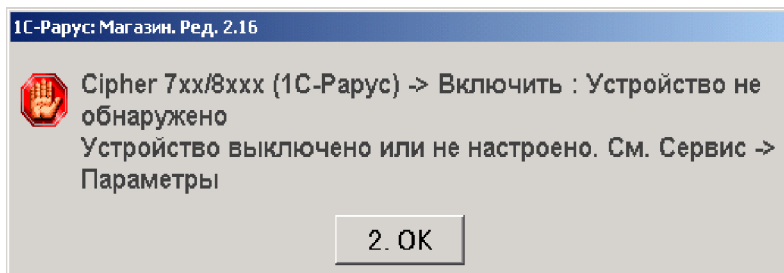

Рис. 4
- 7 В форме списка справочника «Оборудование» появится новый элемент. Найдите и выделите его. Нажав кнопку «Действия», выберите в ниспадающем контекстном меню пункт «Включить». Программа сообщит о том, что устройство не обнаружено (рис. 4). Игнорируйте это сообщение.